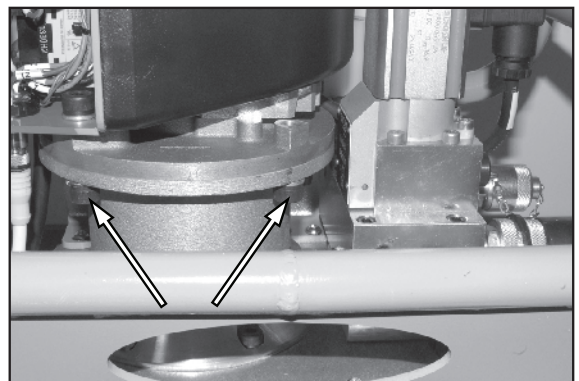

Figura 14.
3. Vedere la Figura 14. Rimuovere i quattro bulloni del motore (due su ciascun lato).